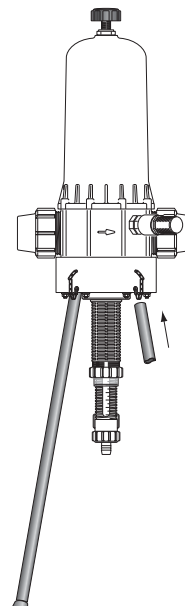

Fig. 1
- Introdurre il supporto negli orifizi previsti a tale scopo (Fig. 1).